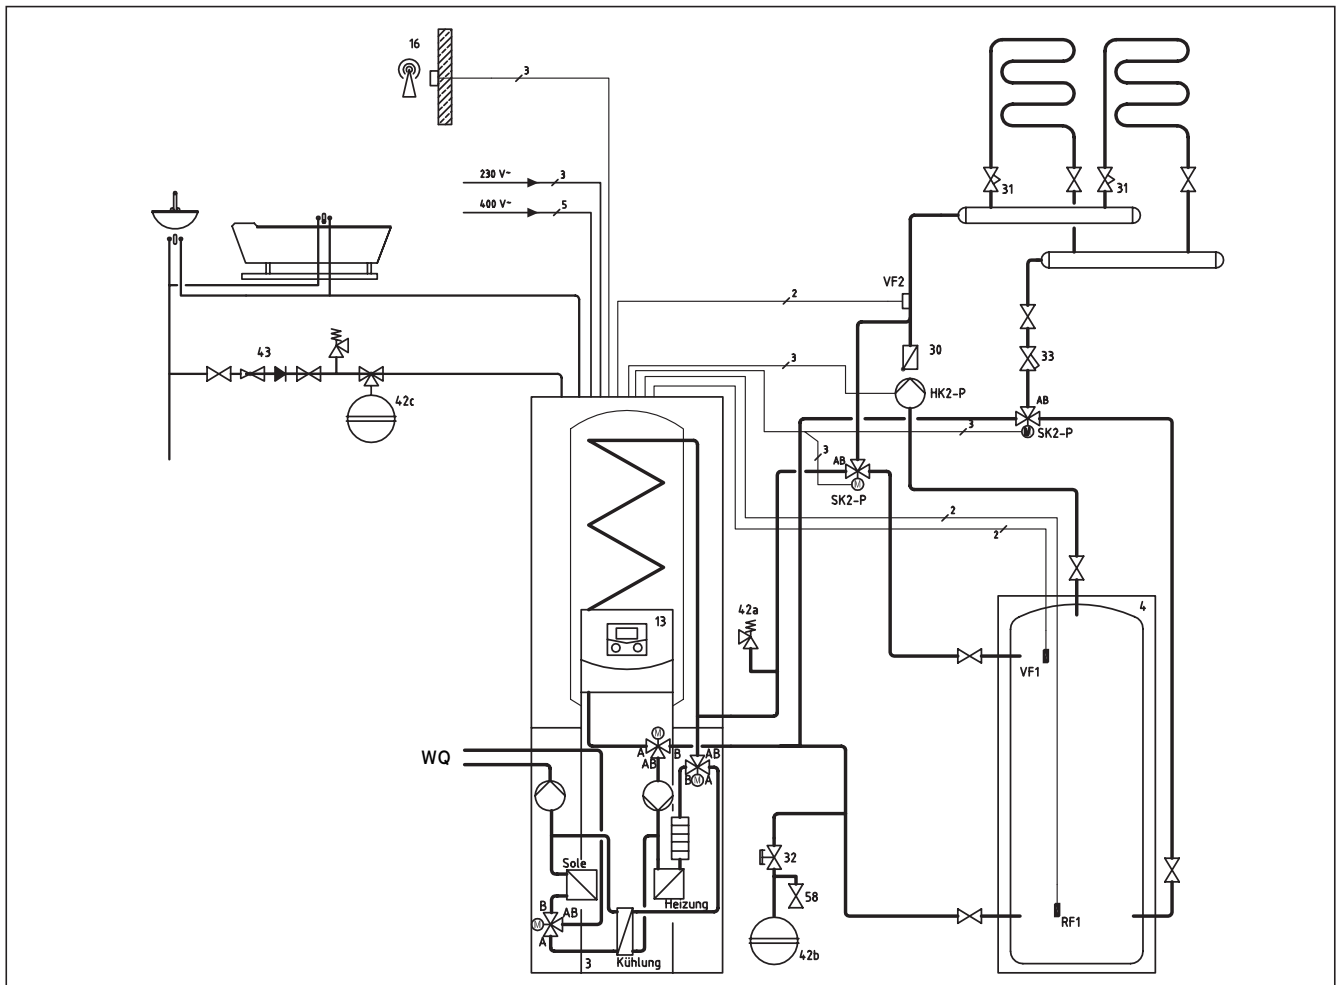

Fig. 6.10 Schéma hydraulique 8
Légende de la fig. 6.10
- Effectuez le câblage du récepteur DCF comme l'indique la fig. 6.10 :
- Posez l'habillage supérieur avant (fig. 6.10, pos. **1**) sur la pompe à chaleur et fixez-le à l'aide de deux vis.